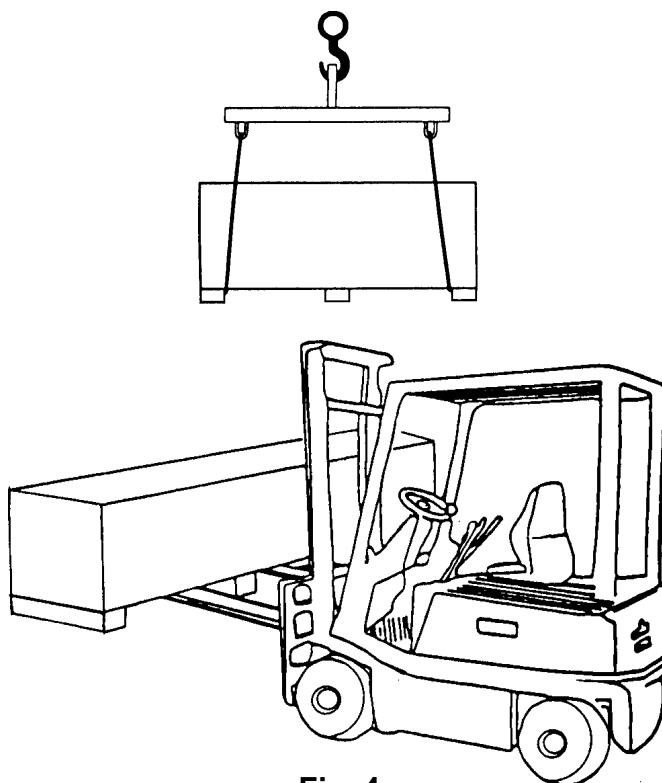

Fig. 4
- Le operazioni di sollevamento debbono essere eseguite come da **Fig.4**;
- sollevare con cautela adoperando adeguati mezzi di sostegno del carico in perfetta efficienza. Utilizzare gli appositi punti di aggancio come indicato in **Fig.4**;
- The lifting operations should be done as shown in **Fig. 4**;
- lift with care using suitable lifting means in perfect working condition. Use the special lifting points as indicated in **Fig. 4**;
- Beim Anheben gemäss **Abb. 4** vorgehen.
- Les opérations de levage doivent être réalisées comme indiqué à la **Fig. 4**;
- Las maniobras de elevación tienen que realizarse como indica la **Fig. 4**;
- Die Last vorsichtig anheben und sie mit geeigneten und funktionstüchtigen Hilfsmitteln stützen. Dabei die auf **Abb. 4** gezeigten Anschlagpunkte einhalten.
- soulever avec attention: utiliser des moyens de support de la charge parfaitement efficaces et se servir des points d'attelage comme indiqué à la **Figure 4**;
puntos de enganche como indica la **Fig. 4**;